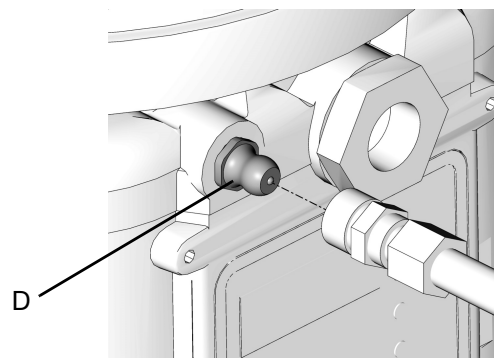

FIG. 22
<ul style="list-style-type: none"> • Limpie siempre el racor de entrada (D) (FIG. 22) con un paño limpio y seco antes de llenar el depósito. La suciedad y/o los residuos pueden dañar la bomba y/o el sistema de lubricación. • Cuando llene el depósito utilizando una bomba de transferencia neumática o eléctrica, debe tener cuidado de no presurizar y romper el depósito.